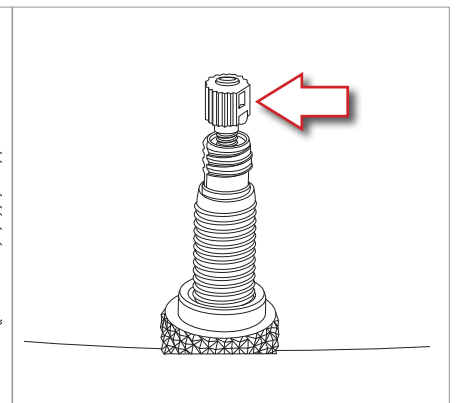

Fig.16
- Vérifier que la valve soit totalement ouverte (Fig. 16).